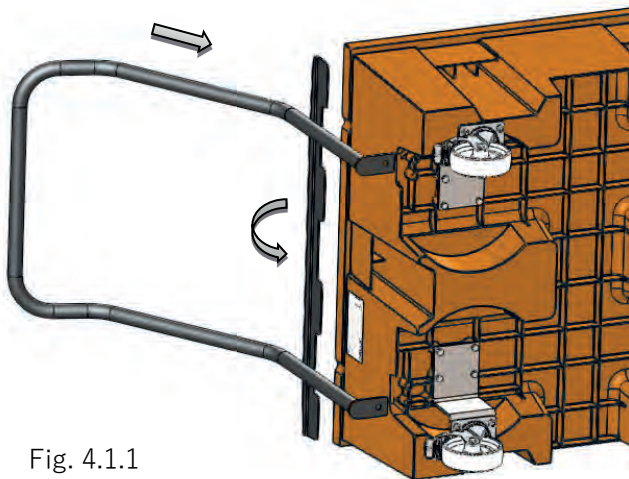

Fig. 4.1.1
- Cuelgue el estribo de desplazamiento (fig. 4.1.1):